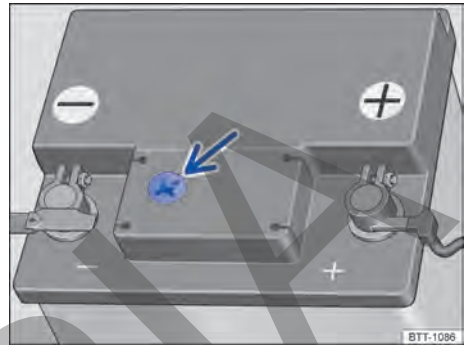

Fig. 207 En el compartimento del motor: ejemplo de posición del visor en el lado superior de la batería del vehículo.
- El visor redondo → fig. 207 en la parte superior de la batería del vehículo cambia de color dependiendo del nivel del electrólito.